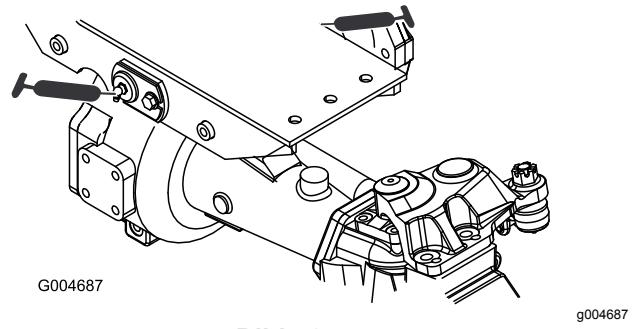

Bild 59
- Zwei Drehbüchsen an der Vorder- und Hinterachse (Bild 59)